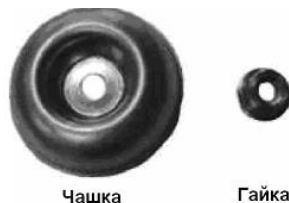

Рисунок 8
- утримуючи стопорний стрижень однією рукою, надійно затягніть гайку трубчастим ключем (з набору інструментів), повертаючи її проти годинникової стрілки (з боку вихідного валу редуктора) (рис. 8).